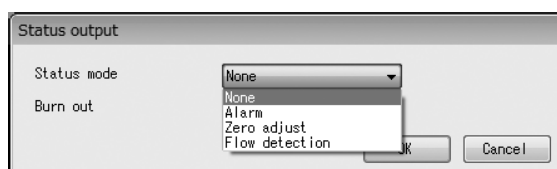
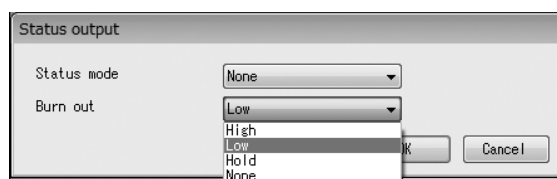

図3-40
図3-41
- ③ 図3-40、図3-41 のように、「Status mode」、「Burn out」の右側の矢印をクリックしてドロップダウンリストの中から設定する項目を選択してください。